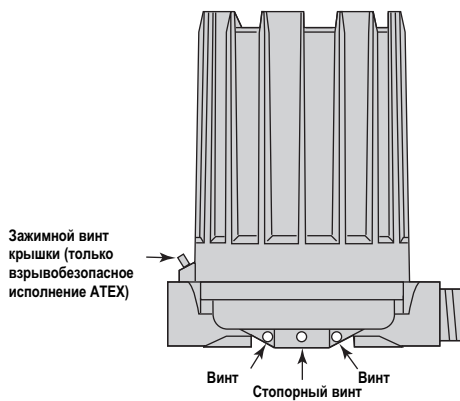
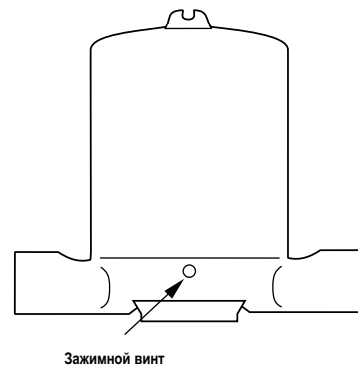

Рис. 3
Рис. 4
1. Ослабьте стопорные винты в основании корпуса реле. См. рис. 3.
ВНИМАНИЕ: Не пытайтесь открутить крышку взрывозащищенных корпусов АТЕХ до того, как ослабите зажимной винт в крышке (рис. 3 — АТЕХ, литой алюминий) или основании (рис. 4 — АТЕХ, чугун) корпуса. Всегда затягивайте зажимной винт после установки крышки на место.